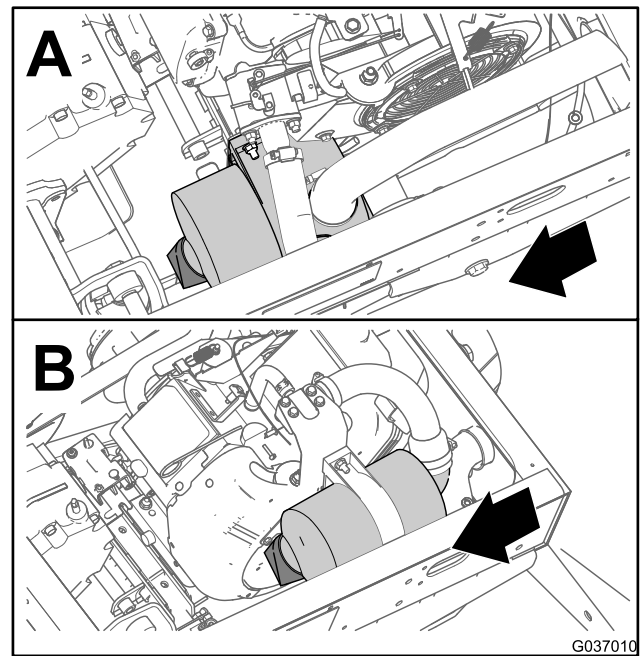
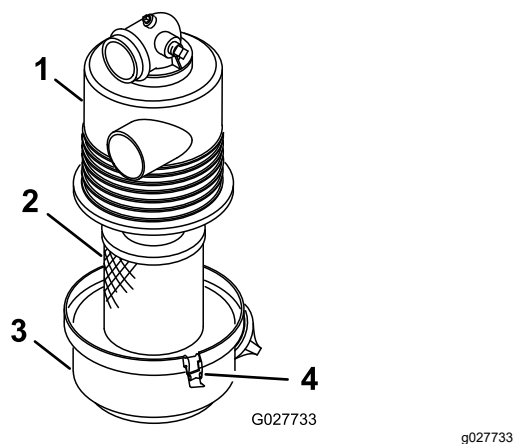

図 29
図 30
- エアクリーナ本体にリーク原因となりそうな傷がないか点検する 図 29と 図 30。
3. エアフィルタのハウジングにエレメントを取り付ける (図 30)。
4. エアフィルタのカバーとハウジングを合わせる (図 30)。
5. カバーをハウジングにラッチで固定する (図 30)。
3. エアフィルタのカバーをエアフィルタのハウジングに固定しているラッチを外す (図 30)。
4. ボディーからカバーを外し、カバーの内部を清掃する (図 30)。